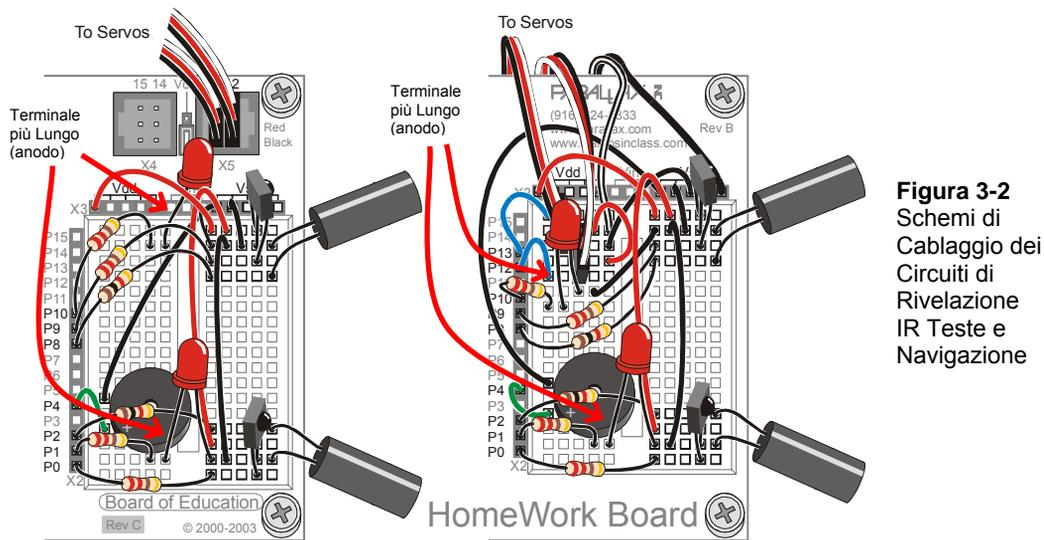

Figura 3-2
La Figura 3-1 mostra i circuiti per la rivelazione IR e gli indicatori per utente da *Robotica con il Boe-Bot*, Capitolo 7, Attività #2, e la Figura 3-2 mostra un modo di costruire questi circuiti con schemi di cablaggio.
- √ Costruite i circuiti mostrati nella Figura 3-1 e nella Figura 3-2.